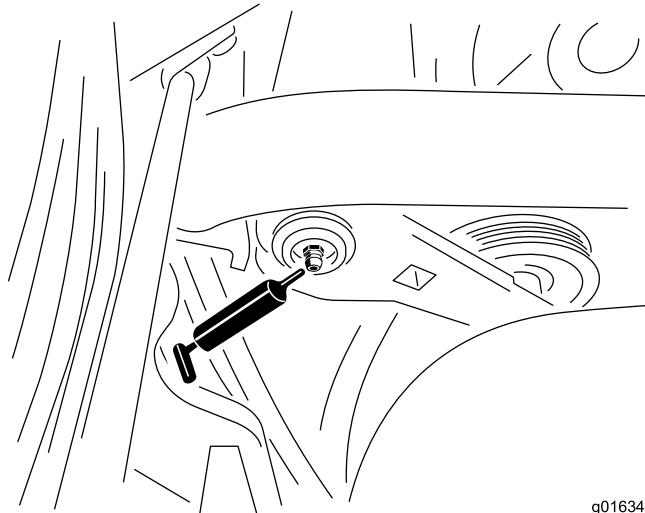

図 39
- 異物を入れてしまわないよう、グリスフィッティングをきれいに拭く図39